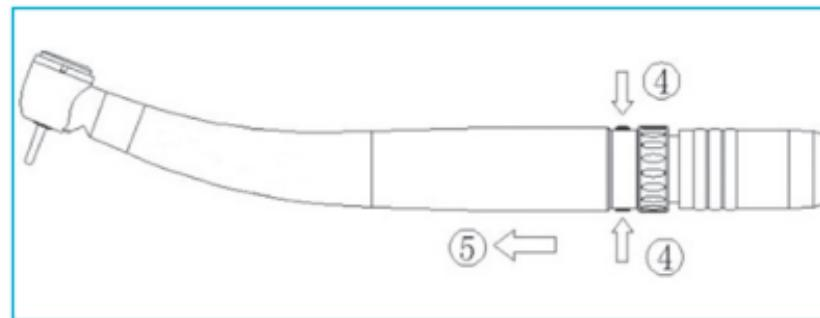

Fig. 6-12
- Die LED-Kupplung festhalten und die beiden knöpfe an der Seite der LED-Kupplung drücken (Abb. 6-12④).
- Die Turbine abziehen (Abb. 6-12⑤).